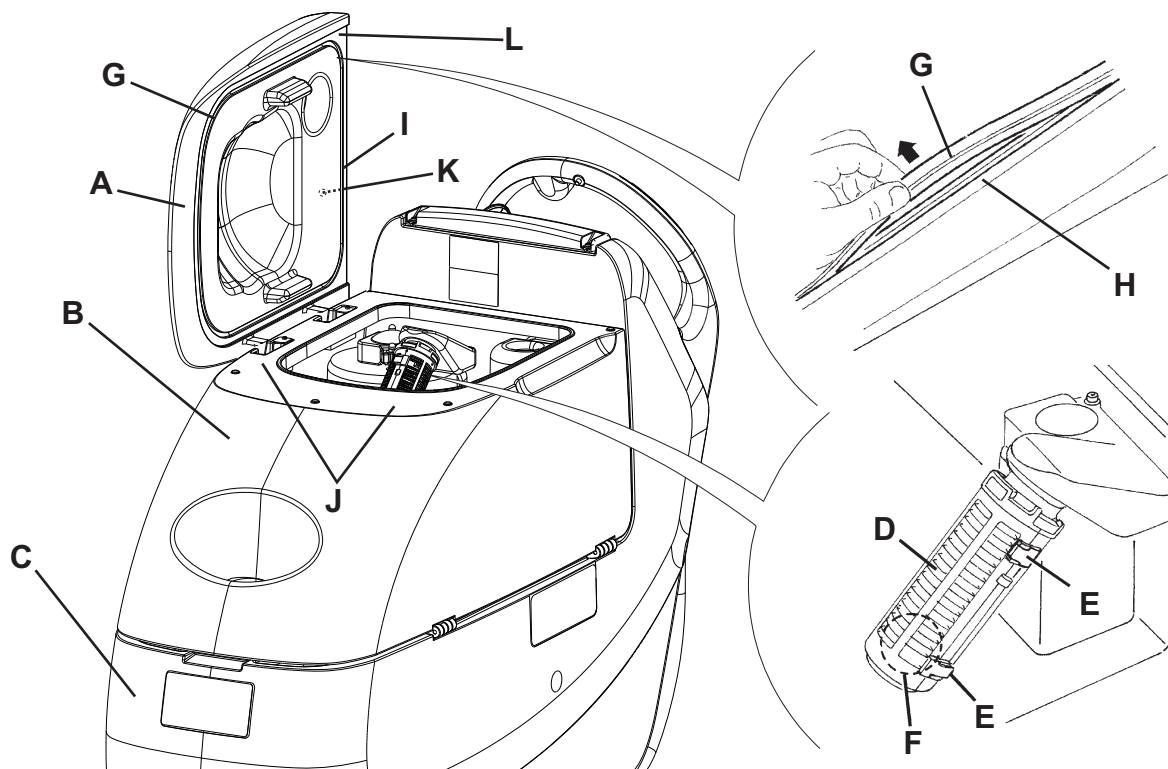

Figure 9
2. Positionner la clé de contact (80) sur "0".
3. Ouvrir le couvercle (A, Fig. 9) et le porter dans la position de lavage (L).
4. Nettoyer et laver à l'eau propre le couvercle (A), les réservoirs (B et C) et la grille d'aspiration avec fermeture automatique à flotteur (D).